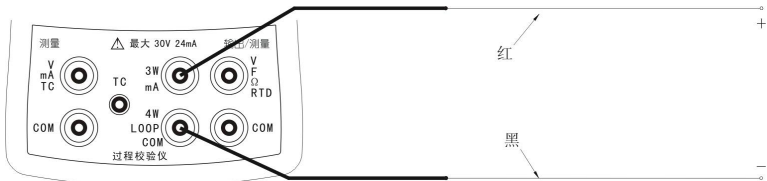

图 13 输出/测量端输出电流
(2) 按 V mA 直至屏幕下方显示“mA”输出。
(3) 按图 13 连接测试表笔。
(4) 按数字键输入需要输出的值，然后按 确